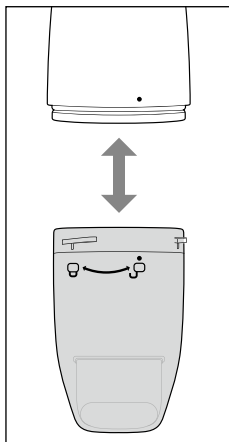

Fig. 7
2. Para desmontar el depósito de suciedad ❸ del aparato, tire de este hacia abajo (consulte la fig. 7).